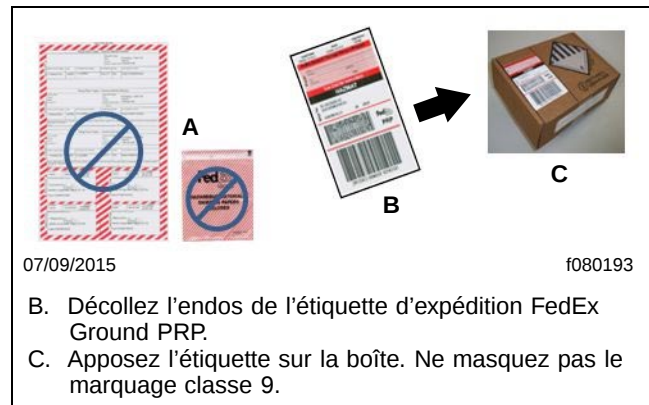

Fig. 13, Étiquetage de la boîte, étiquette FedEx
*Si vous avez reçu une étiquette FedEx, décollez l'endos de l'étiquette d'expédition FedEx Ground PRP, et apposez l'étiquette sur le dessus de la boîte. Ne masquez pas le marquage classe 9. Jetez le reste de la documentation. Ne communiquez pas avec FedEx. Reportez-vous à la **figure 13**.*